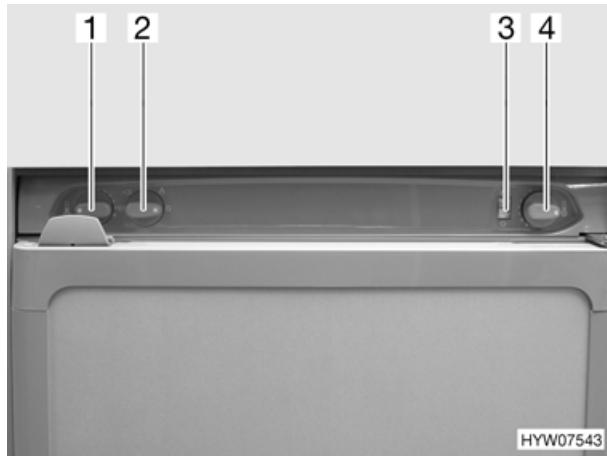

Bild 79 Bedienelemente für Kühlschrank (Variante 2)
- Energie-Wahlschalter (Bild 79,2) auf Gas  stellen.
- Drehregler (Bild 79,4) auf Stufe 5 stellen, drücken und gedrückt halten. Die Gaszufuhr ist geöffnet. Der Zündvorgang erfolgt automatisch. Ein tickendes Geräusch ist hörbar, bis der Zündvorgang erfolgreich abgeschlossen ist.
- Drehregler gedrückt halten, bis der Flammenanzeiger (Bild 79,3) grün wird, dann loslassen. Falls die Flamme erlischt, wiederholt das Zündgerät automatisch den Zündvorgang.
- Kühltemperatur mit dem Drehregler (Bild 79,4) einstellen.
- Energie-Wahlschalter (Bild 79,2) auf "O" stellen. Das Gerät ist abgeschaltet.
- Energie-Wahlschalter (Bild 79,2) auf 230-V-Betrieb  stellen.
- Kühltemperatur mit dem Drehregler (Bild 79,1) einstellen.
- Energie-Wahlschalter (Bild 79,2) auf 12-V-Betrieb  stellen.